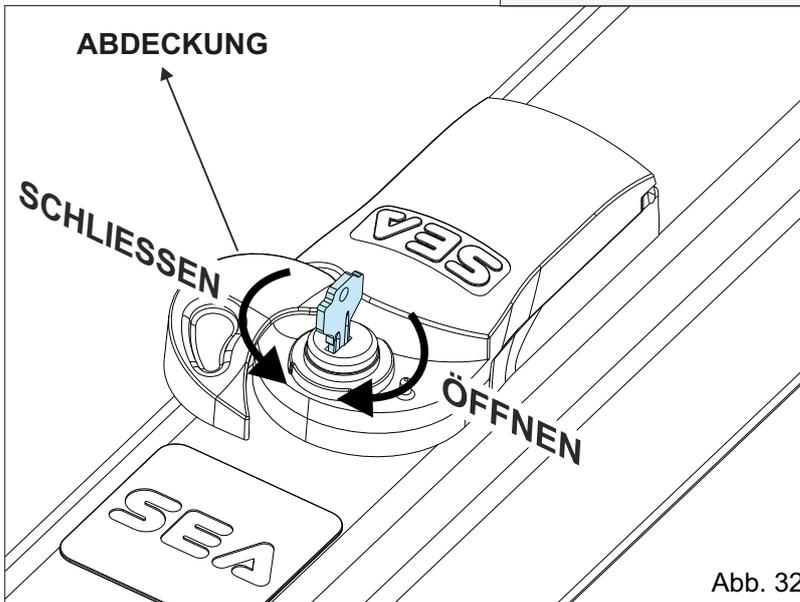

Abb. 32
- Den Antrieb entriegeln (siehe Abb. 32 und 33)
- Abdeckung öffnen, Schlüssel einführen, ca. 90° im Uhrzeigersinn drehen (Abb. 32). Entriegelungsklappe öffnen und den roten Entriegelungsschlüssel aus seinem Sitz herausnehmen.